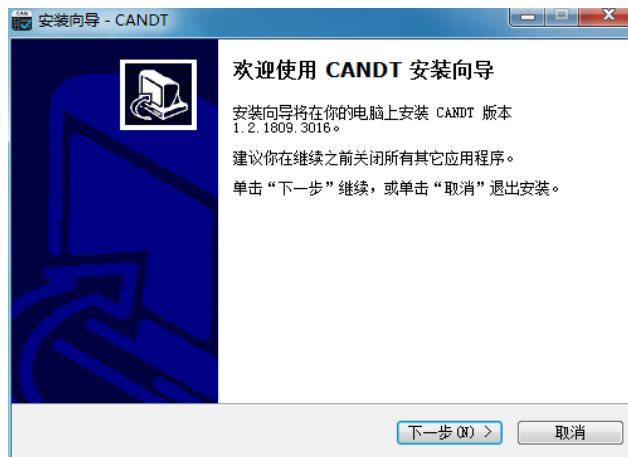

图 4.1 第一步
**第一步：** 双击 CANDT 安装软件图标，进入如图 4.1 界面，点击“下一步”可以进行安装；